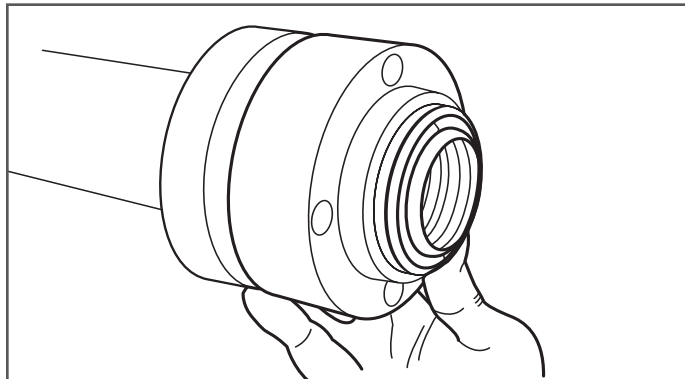

Figure 7-20
21. Glissez la partie arrière et centrale du raccord vers le haut jusqu'à ce que les anneaux fendus soient recouverts par le raccord (Figure 7-20).